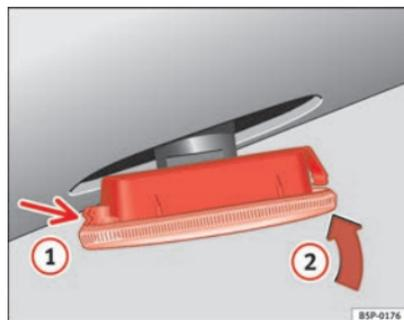

Fig. 198 Intermitente lateral
- Coloque el intermitente en primer lugar en el orificio de la carrocería, encajando las pestañas ⇒ fig. 198, flecha ①.
- Encaje la lámpara como indica la flecha ② ⇒ fig. 198. ■